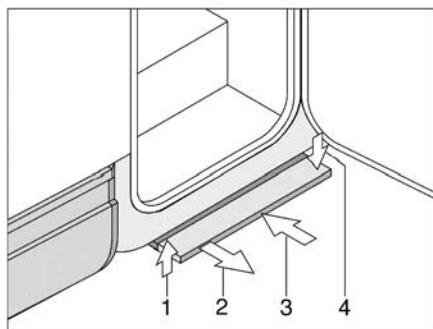

Fig. 5 Marchepied à commande mécanique
*Sortir :* ■ Tirer la marchepied vers l'avant (Fig. 5,2), jusqu'à ce qu'elle s'enclenche.
*Rentrer :* ■ Soulever légèrement le marchepied (Fig. 5,1).
■ Pousser le marchepied jusqu'à la butée sous le plancher du véhicule (Fig. 5,3)
Veillez à ce que le marchepied s'enclenche (Fig. 5,4).